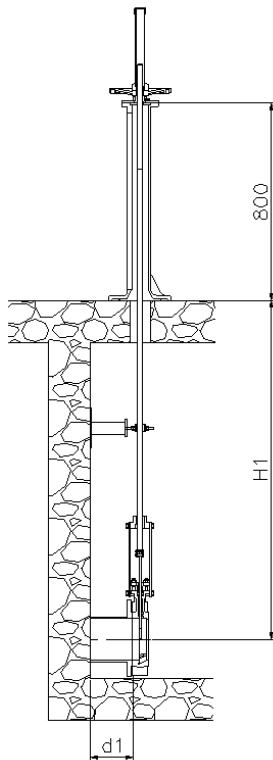

Abb. 10
- Die Standardflursäule ist 800mm hoch (Abb. 10). Andere Längen sind auf Anfrage erhältlich.